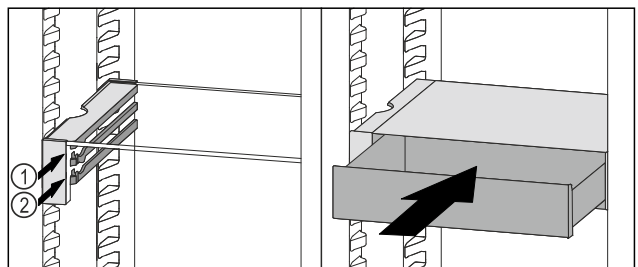

Fig. 113
- VarioSafe-Schubfach hinter den Stoppern auf gewünschter Rippe Fig. 113 (1) oder Fig. 113 (2) aufsetzen.